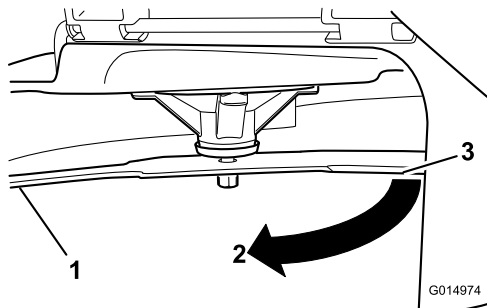

Figure 78
3. Seconde distance mesurée entre la lame et la surface (B)
4. Tournez la même lame de 180 degrés pour amener l'autre tranchant à la même position (Figure 78).